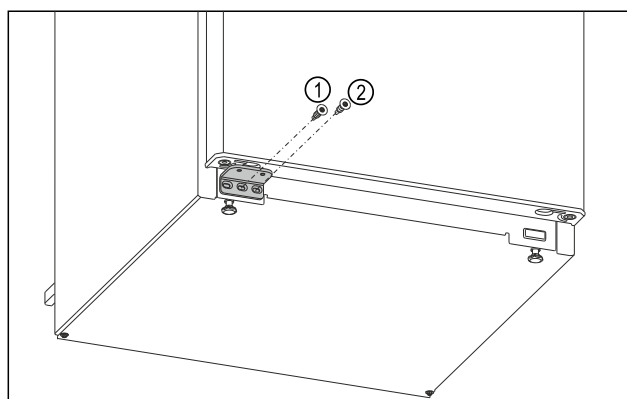

Fig. 17
- Stringere la vite centrale del blocco di supporto Fig. 17 (1) con un cacciavite Torx 20.
- Stringere la vite interna del blocco di supporto Fig. 17 (2) con un cacciavite Torx 20.